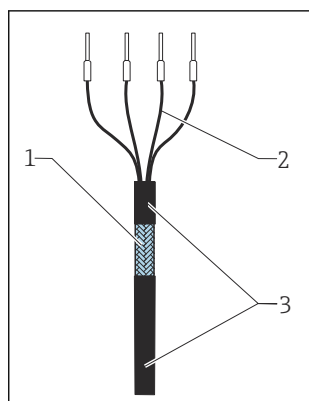

图 20 端接电缆
3. 将清洁套件的软管接头旋转拧入清洁连接口的开口→ 图 17, 图 20。
4. 在软管接头上安装直角接头、短节和截止阀→ 图 17, 图 20。